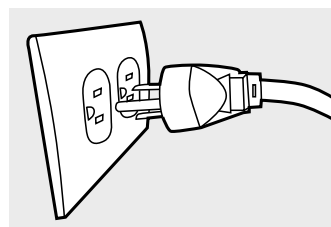

Figura 3
- Conecte el cable de alimentación de refrigerador del toma corriente. Verifique que el toma corriente cuente con una descarga a puesta tierra ver (Ver figura 3).